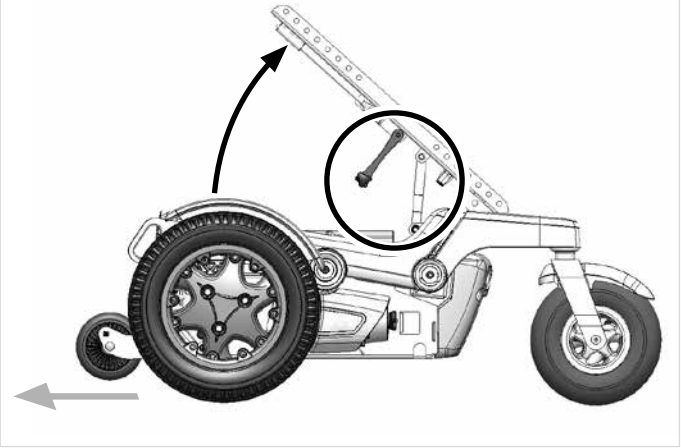

Fig. 6.8
- Vergewissern Sie sich, dass der Sitz mit der Haltestange gesichert ist, bevor Sie loslassen (Fig. 6.7 Frontantrieb – Fig. 6.8 Heckantrieb – Fig. 6.9 Hybridantrieb).